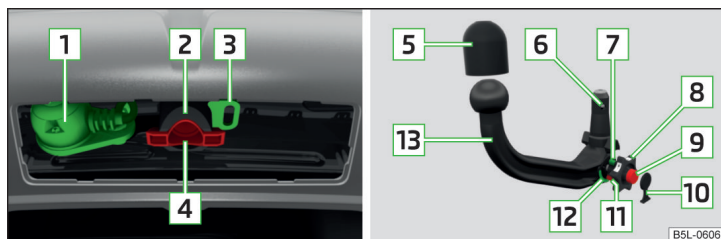

Fig. 147 Support du dispositif d'attelage/boule d'attelage
Support du dispositif d'attelage/boule d'attelage » fig. 147
- Retirez le capuchon du logement **4** » fig. 147 à la page 168 en tirant vers le bas.
- Insérez le capuchon du logement **4** » fig. 147 à la page 168 » **!**.